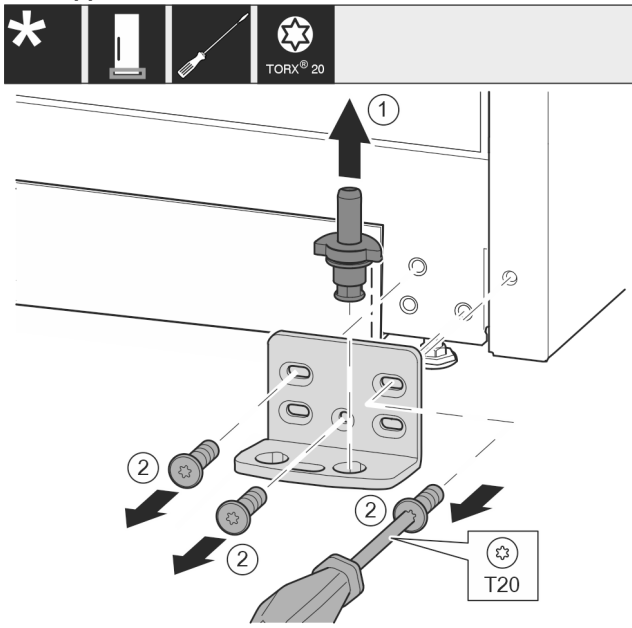

Fig. 12
- ▶ Træk hængselboltet helt opad og ud. Fig. 12 (1)
- ▶ Skru skrue 2 ud med skruetrækkeren T20, og tag hængselkonsollen af. Fig. 12 (2)